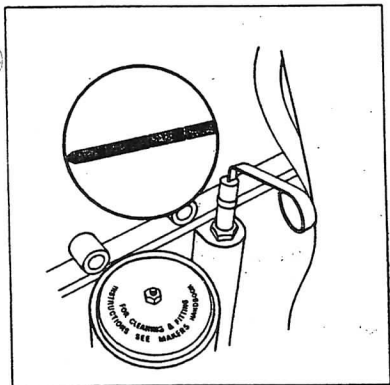

Fig. 7 Motor-
2. Drag ut mätstickan (fig. 7) och torka den med en ren trasa.